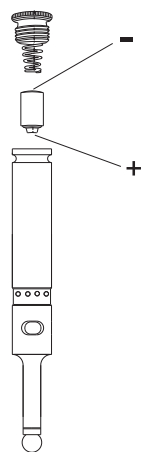
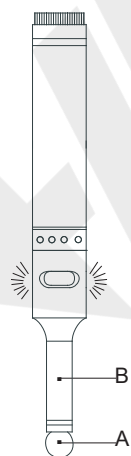

Fig.1
Fig.2
1. Instale a bateria (23A, 12V) com o terminal negativo da bateria voltado para cima (Fig. 1). Conecte o fio metálico entre A e B para garantir que o LED se acenda e a campainha soe (o 6566-3 inclui a campainha) (Fig.2).